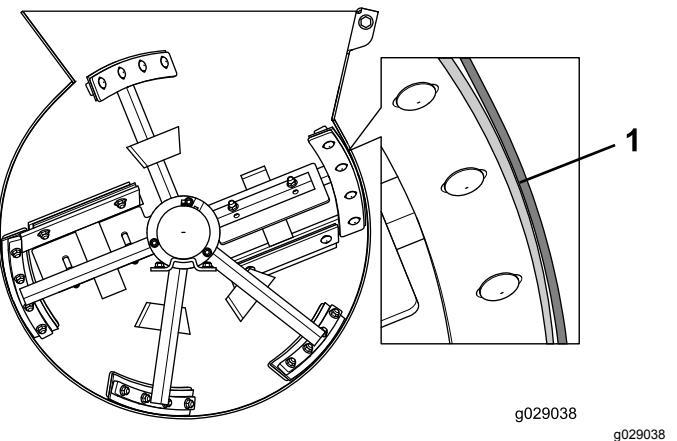

Figure 71
5. Ajustez la position du racloir pour qu'il soit légèrement en contact, sur toute sa longueur, avec la cuve (Figure 71).